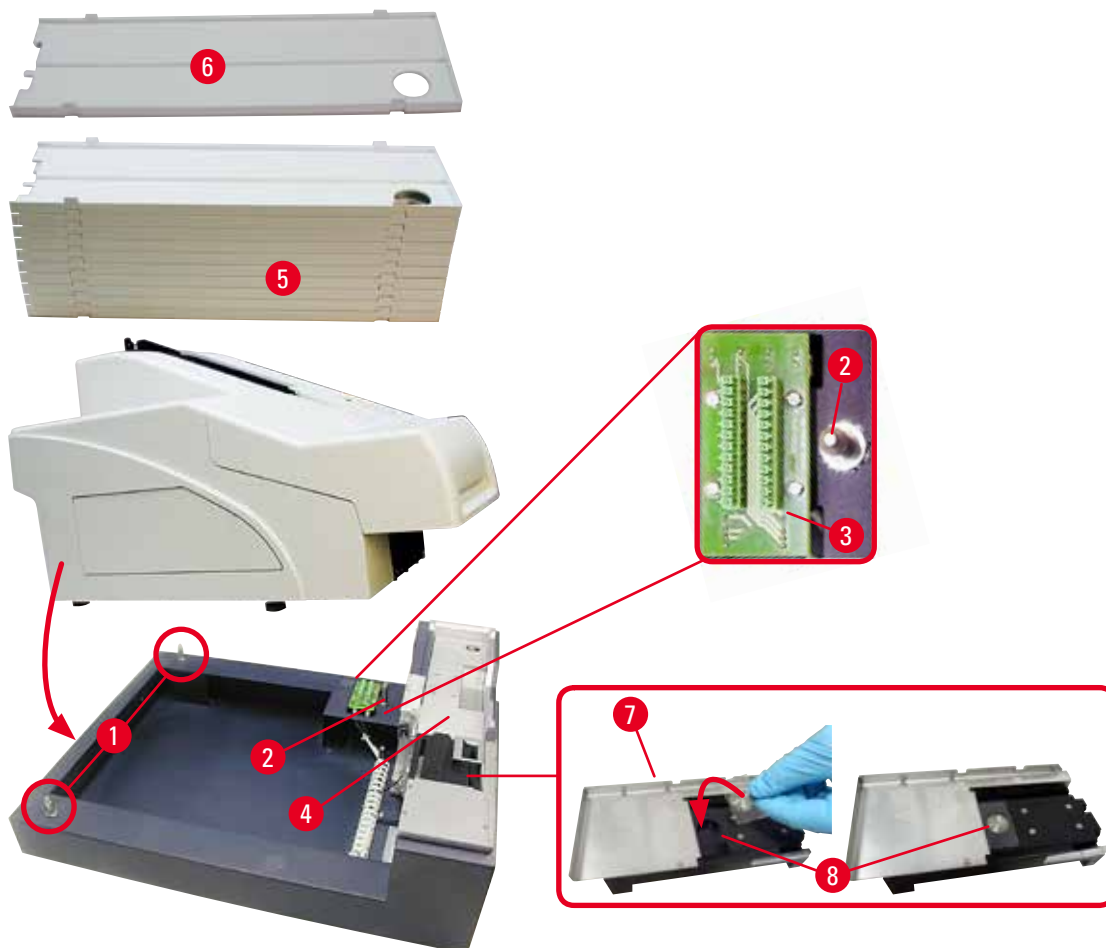

図 12
4. プリンターの両側 (右側と左側) をつかみ、 (→「図 12」) に示すように、まず 2 本の後部ボルト (→「図 12-1」) がベースプレートに収まるように置きます。